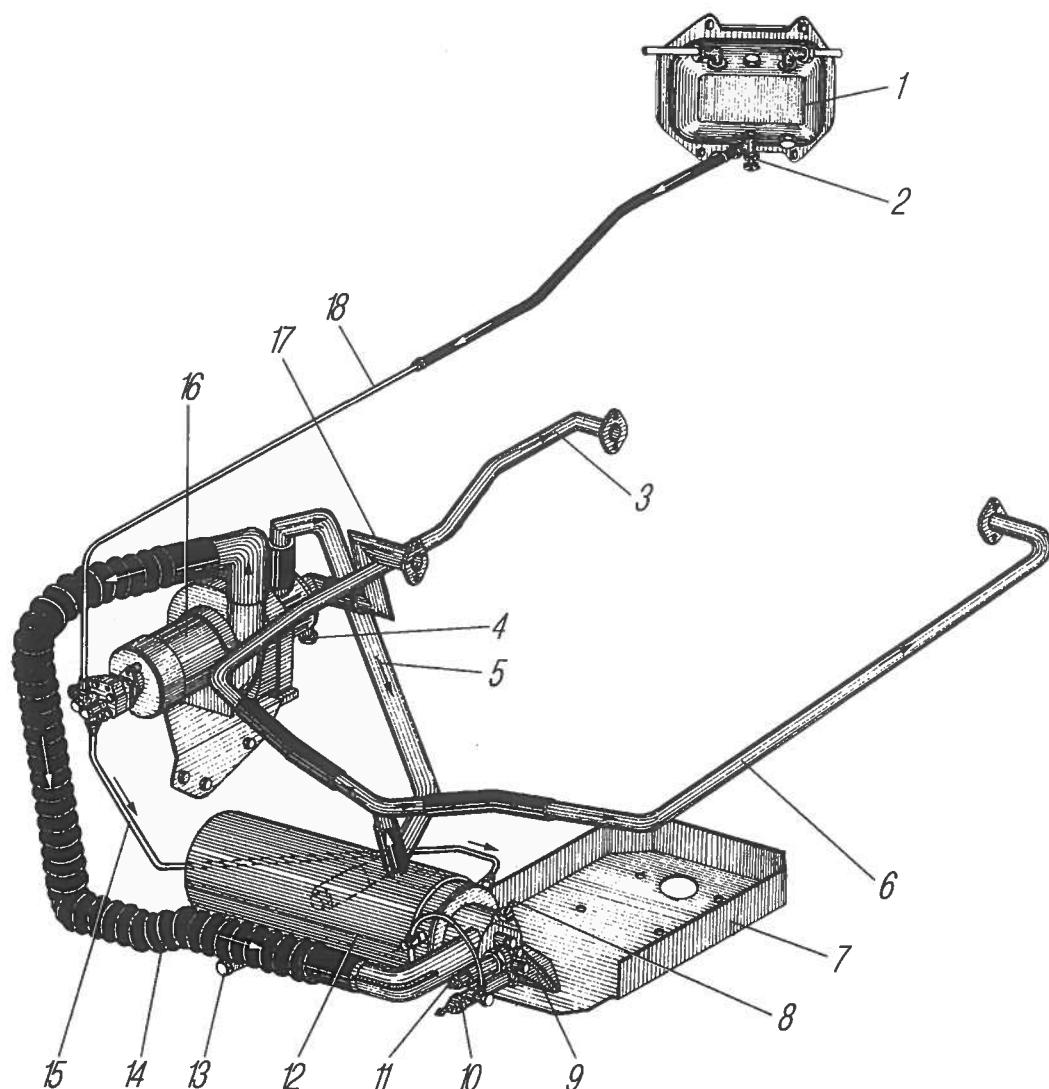

Рис. 23. Система предпускового подогрева двигателя:
- предпусковой подогреватель, состоящий из: котла 12 (рис. 23), расположенного на первой поперечине рамы автомобиля; насосного агрегата 16 (электродвигатель, вентилятор, жидкостный и топливный насосы), расположенного на правом лонжероне рамы автомобиля; источника высокого напряжения;
Подогреватель работает следующим образом. Топливный насос забирает топливо из бака подогревателя и под давлением при открытом электромагнитном клапане впрыскивает его через форсунку в горелку, где распыленное топливо смешивается с воздухом, воспламеняется и сгорает, нагревая в котле жидкость. Под действием насоса жидкость циркулирует по трубопроводам, по блоку в направлении, показанном стрелками на рис. 23.